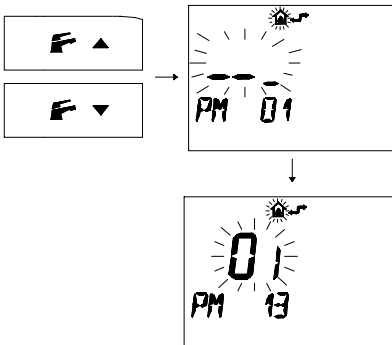

fig. 5.42
- 3 Premere i pulsanti o per visualizzare la programmazione "PM 13" modo pompa (fig. 5.42)